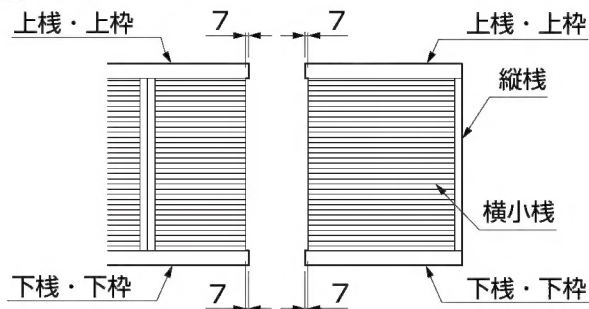

図1-1
- 本体の上下柵、上下枠と横小柵の切断位置は7mm違います。(図1-1参照)